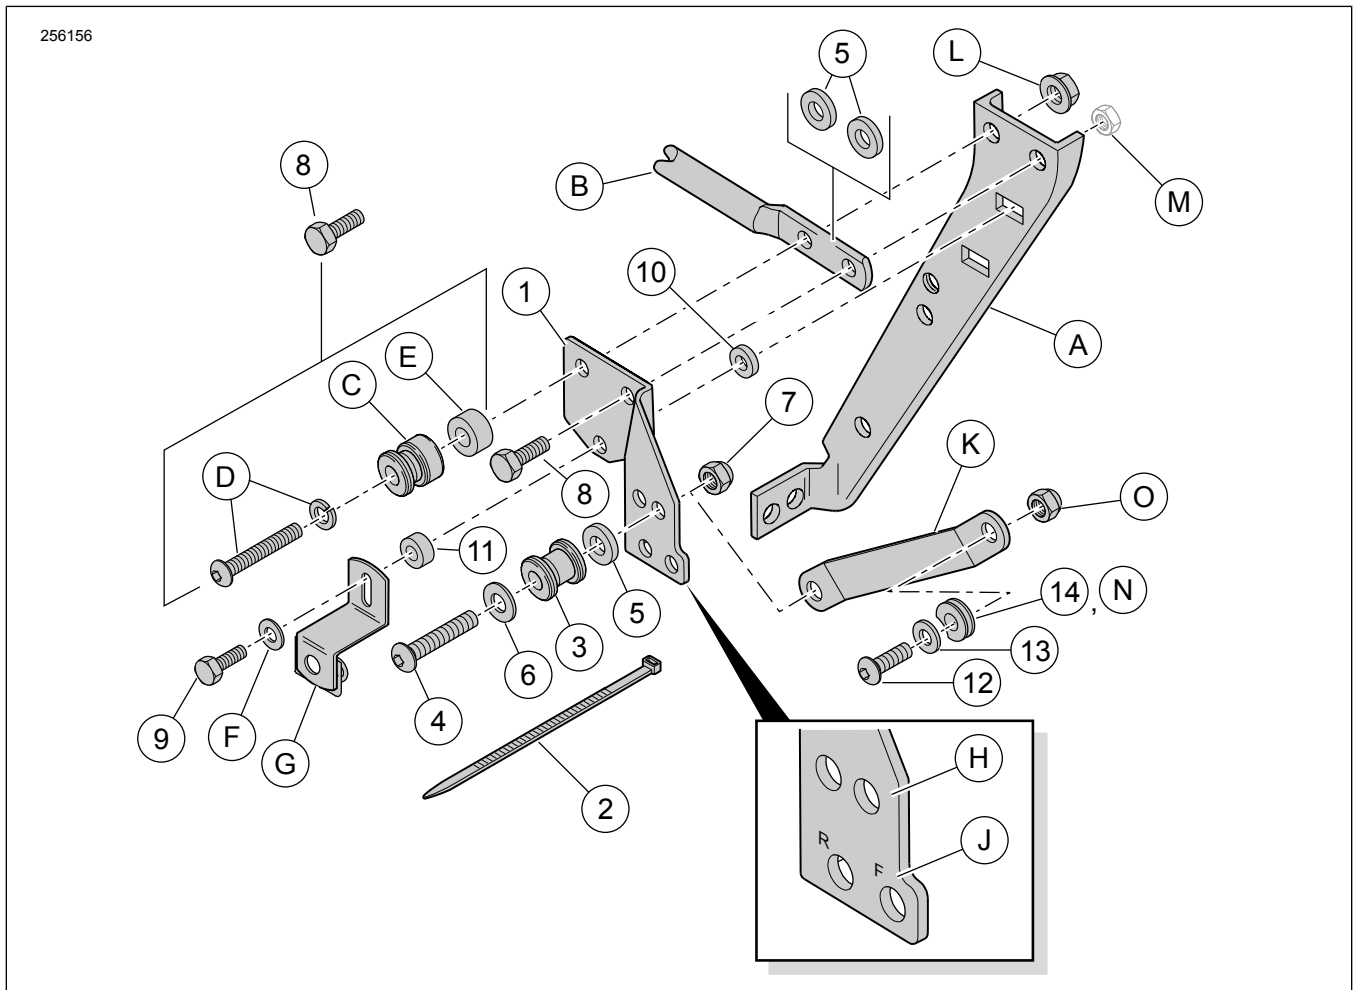
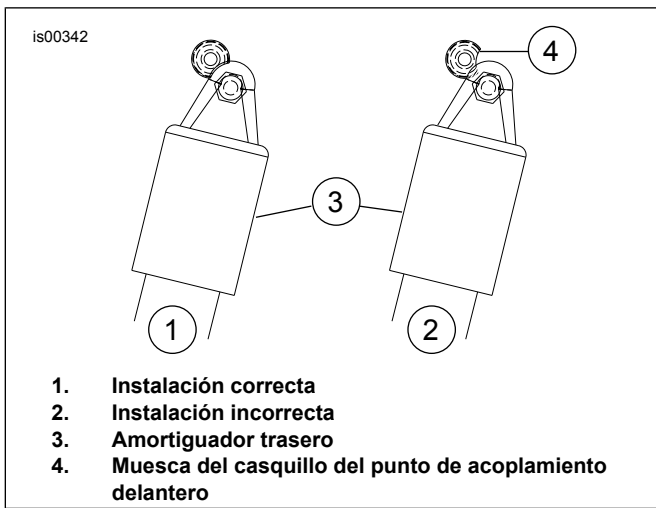
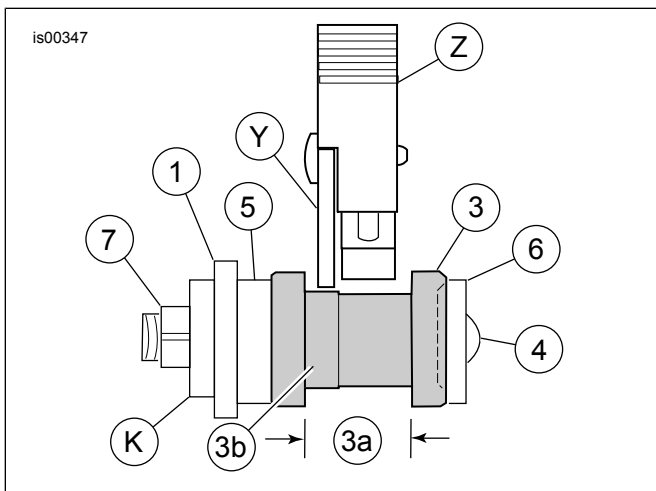

Figura 1. Contenido del kit: Kit de acoplamiento delantero instalado de forma independiente
Figura 6. Posicione la muesca del punto de acoplamiento
Figura 7. Alineación correcta del pestillo en el punto de acoplamiento
Vea Figura 1 . Los soportes de montaje del punto de acoplamiento delantero (1) son específicos de un lado. Las letras estampadas cerca de los orificios inferiores deben quedar apuntando hacia fuera e identificar las posiciones del lado delantero (R) y posterior (F).
2. **Sin kit de acoplamiento posterior:** ver Figura 1 . Instale el soporte de montaje de la siguiente manera:
- Instale un tornillo largo de 5/16-18 x 1 pulg. (25 mm) (8) en ambos orificios superiores.
- Instale un espaciador de 1/8 pulg. (3,2 mm) de grosor (5) en cada tornillo, entre el soporte de montaje (1) y el Equipo original (OE) soporte de montaje de la alforja (A).
3. **Con el kit de acoplamiento posterior:** ver Figura 1 . Instale el soporte de montaje de la siguiente manera:
- Instale un tornillo largo de 5/16-18 x 1 pulg. (25 mm) (8) del kit de acoplamiento delantero (53803-06) en el orificio delantero superior del soporte (1) y a través de la parte delantera del soporte (B) del kit de acoplamiento posterior (53804-06), colocado entre el soporte de montaje (1) y soporte de montaje de la alforja del equipo original (A).
- Instale un tornillo largo de 5/16-18 x 2-1/4 pulg. (57 mm) y una arandela de seguridad (D), punto de acoplamiento (C) y un espaciador de 0,386 pulg. (9,8 mm) (53804-06) del kit de acoplamiento posterior (53804-06) en el orificio posterior superior del soporte (1) del kit de acoplamiento posterior (53804-06), colocado entre el soporte de montaje (1) y soporte de montaje de la alforja del equipo original (A).
4. Vea la Figura 1 y la Tabla 2 . Instale el montaje de la alforja posterior.
- Inserte el tornillo de 1/4-20 (artículo 9, con una longitud de 1 pulg. o 7/8 pulg. dependiendo del modelo) a través de la arandela (F) y el orificio en el soporte de montaje de la alforja (G).
- Para los modelos FLHR, FLHT o FLTR:** inserte las roscas a través del orificio inferior del soporte de montaje (1), directamente debajo de los tornillos previamente instalados.
- Para los modelos FLHRC o FLHRS:** coloque el espaciador de 9/16 pulg. (14,3 mm) de grosor (11) en las roscas del tornillo e inserte las roscas a través del orificio inferior del soporte de montaje (1), directamente debajo de los tornillos previamente instalados.
- Coloque el espaciador de 1/8 pulg. (3,2 mm) de grosor (10) en las roscas de tornillo e inserte las roscas a través del soporte de montaje de la alforja (A) y en la tuerca del clip. Ajuste.
7. Vea la Figura 7 y la Figura 1 . Coloque una arandela (6) en las roscas de un tornillo de cabeza de botón (4) de este kit.
8. Coloque un punto de acoplamiento (3), orientado como se muestra, sobre las roscas de tornillo, seguidas por un espaciador (5).
- Para los modelos 1994-1996:** a través del orificio más posterior (H) del soporte de montaje (1).
- Para los modelos 1997 y posteriores:** a través del orificio situado más al frente (H) en el soporte de montaje (1).
- Inserte las roscas de los tornillos a través de un orificio más grande en el soporte (53805-99, artículo K, parte de la rejilla o kit de la pieza vertical del respaldo del asiento trasero) y fije sin apretar en su lugar con la tuerca de seguridad (7).
- Vea Figura 1 . Obtenga un casquillo del punto de acoplamiento (14 o N), tornillo (12) y arandela plana (13) del kit.
- Inserte el tornillo a través del orificio más pequeño en el soporte (K) y en la tapa del soporte del guardabarros.
- Enrosque el tornillo en la tuerca soldada en el soporte del guardabarros (o tuerca (O) para modelos 1994-1996).
- Vea Figura 6 . Gire la muesca de casquillo (4) en la posición "correcta" (1).